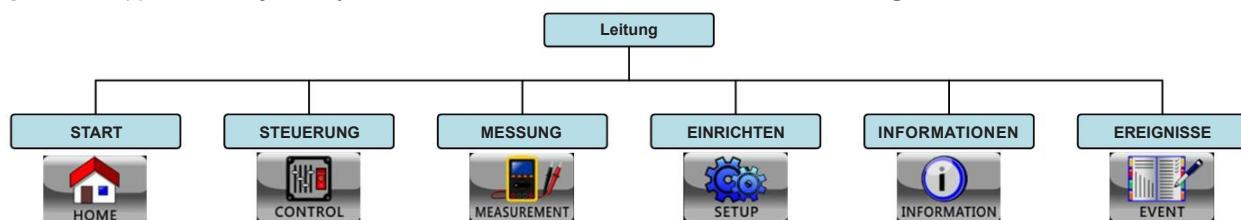

Abbildung 4.4 Menübaum
- 3 **Hauptmenü:** Tippen Sie auf jedes Symbol, um das Untermenü aufzurufen. Siehe Abbildung 4.4 für Menübaum.